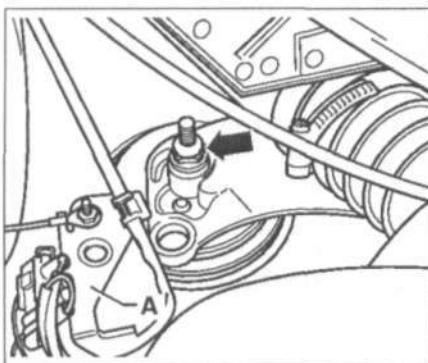

Рис. 9.13. Открутите болт (стрелка) справа на консоли двигателя и подрамника. Снимите опорную плиту А, если она установлена.
6. Открутите болт (стрелка) справа на консоли двигателя и подрамника (рис. 9.13). Снимите опорную плиту А, если она установлена.